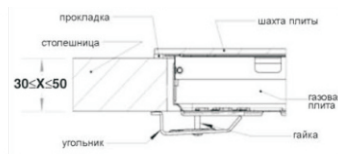

Рис.12
- Снимите полоску защитной бумаги с прокладки. Вставьте варочную поверхность в подготовленное отверстие в мебели и закрепите ее соответствующими крепежными винтами крепежных скоб (см. рис. 12).